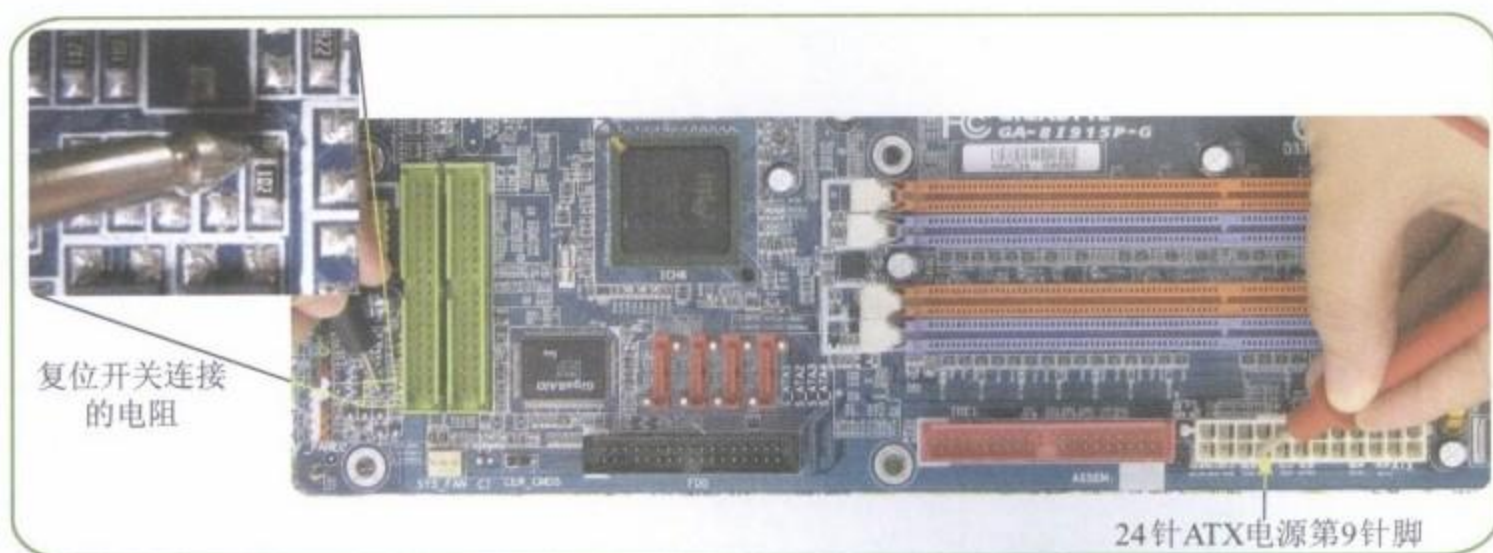

图10-7 测量复位开关高电平端连接的元器件
- Step 02** 观察复位开关的另一个针脚的线路走线，测量复位开关的高电平端连接的电阻、电容，如图10-7所示。